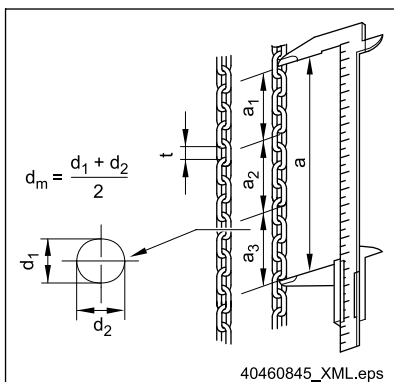

Abb. 61
- über 11 Kettenglieder \Rightarrow Abb. 61, Seite 87.